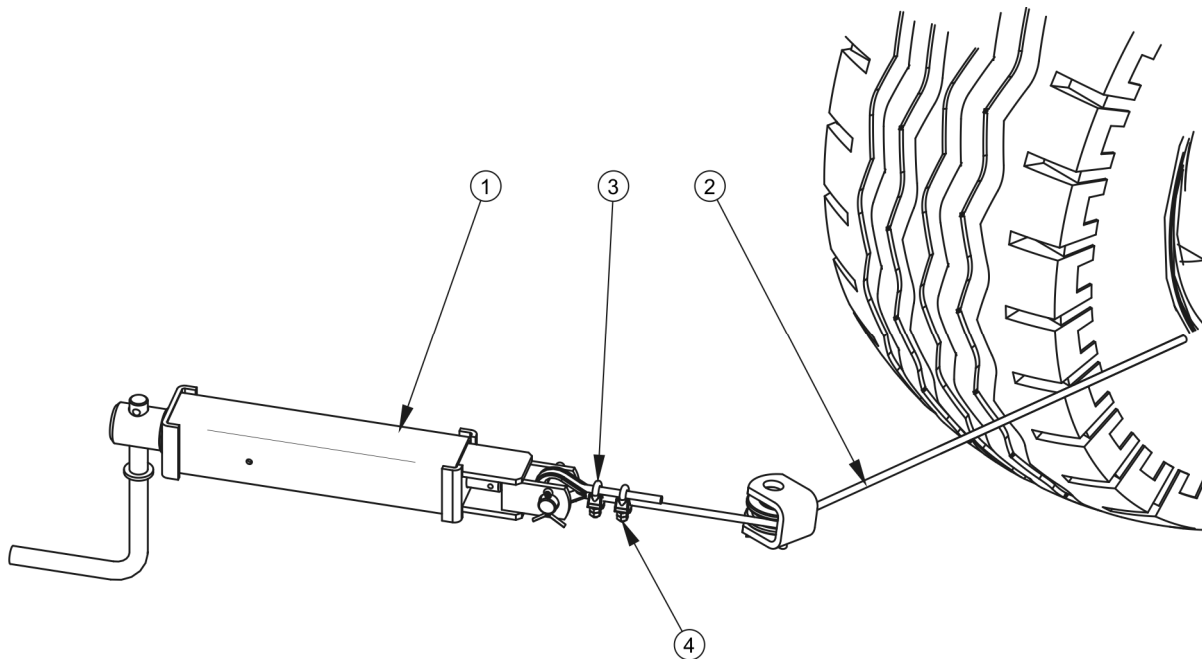

ABBILDUNG 5.6 Einstellen der Spannung des Feststellbremsseils
- ➡ Lösen Sie die Schraube des Bremsmechanismus (1) vollständig - Abbildung 5.6, (gegen den Uhrzeigersinn).
- ➡ Lösen Sie die Muttern (4) der Klemmen (3) des Handbremsseils (2).